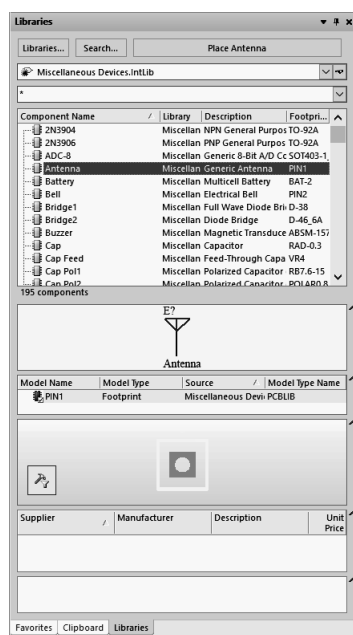

图 1-1-20 Library 面板
(6) Libraries 面板。该面板的功能是访问、放置和查找元器件库中的元器件。该面板如图 1-1-20 所示。